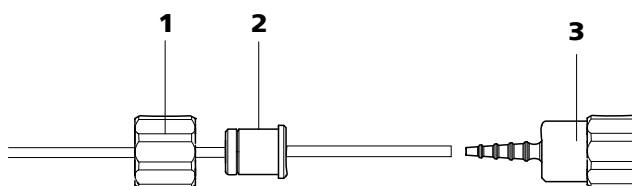

图 30 安装不带过滤器的泵管接口
- **情况 B：不带过滤器** 6.2744.160 （参见图 30，第 49 页）的泵管接口。